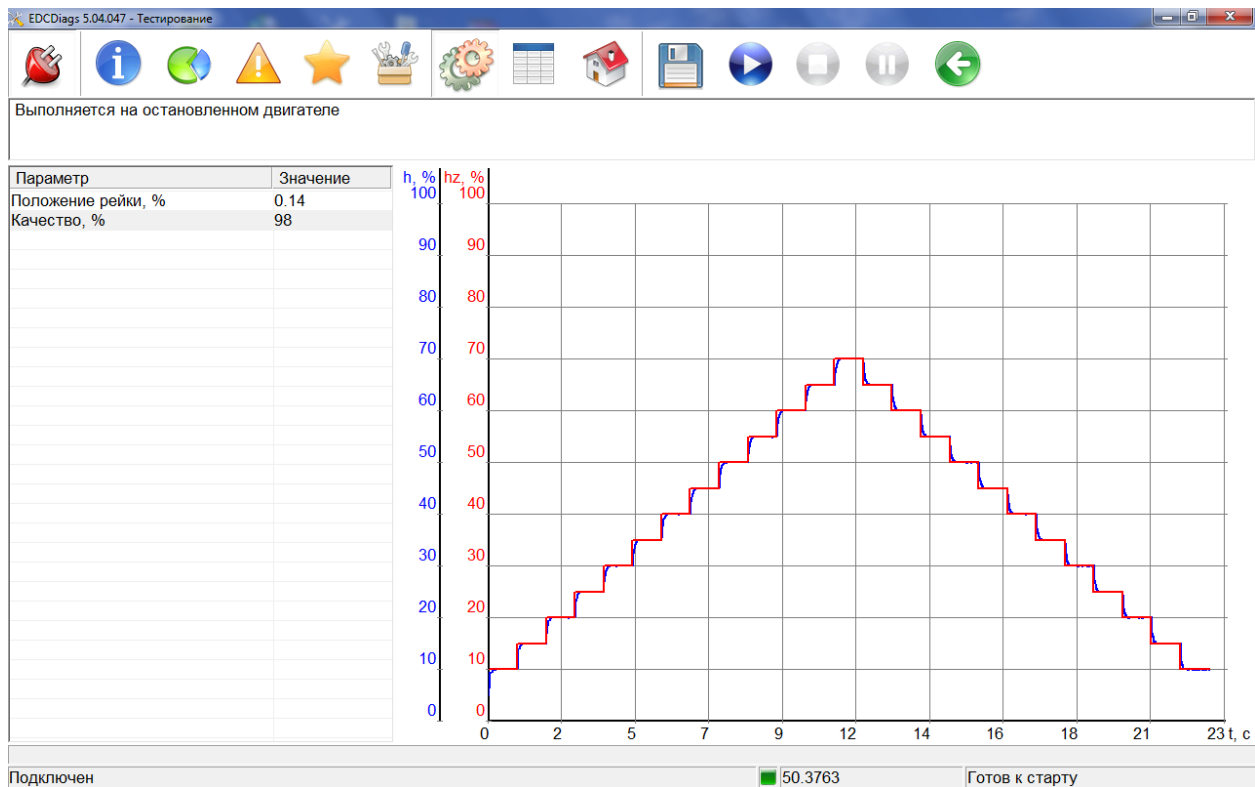

Рис. 3.10
3.11.1. Выбрать вкладку «Тестирование»  (Рис. 3.10.).
ступенчато изменяться от 0 до 70%, по окончании появится окно с графиком перемещения рейки ТНВД с заданным и текущим положением рейки (Рис. 3.10.). Показатель «качество» комплексно оценивает переходный процесс перемещения рейки. При исправном ТНВД этот показатель должен быть не менее 90%.